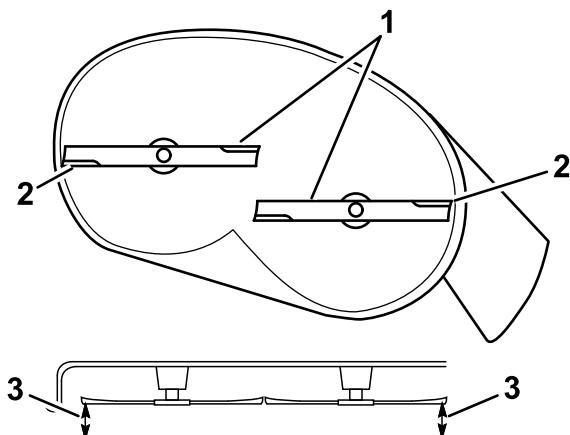

Figura 66
5. Misurate la distanza tra i taglienti esterni e la superficie piatta (Figura 66).